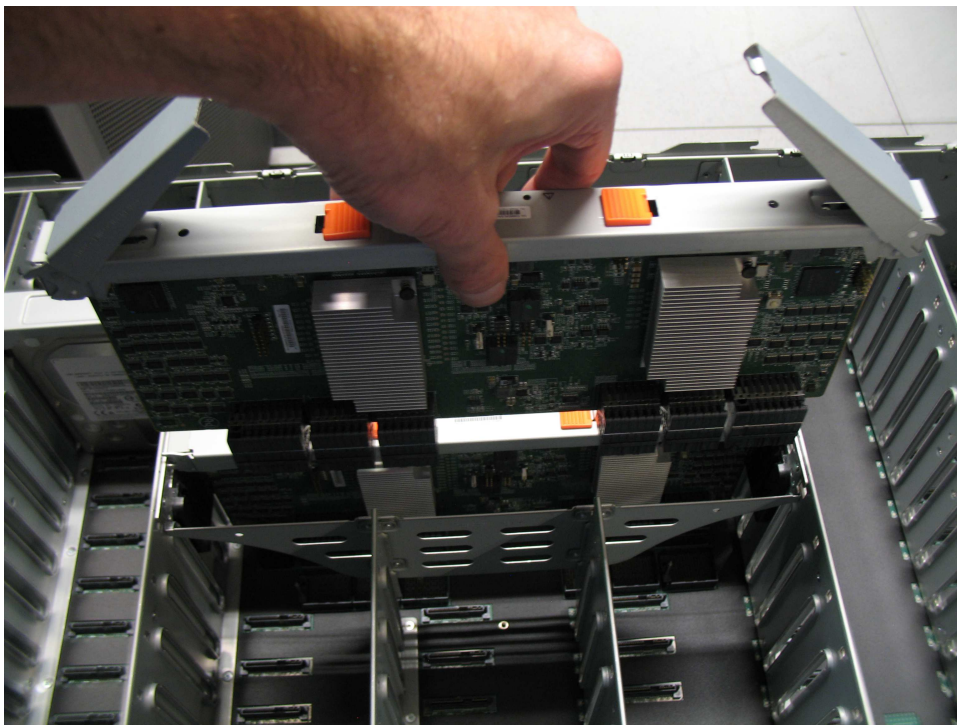

Figure 89. Remplacement du module d'extension secondaire
4. Alignez soigneusement les bords du module d'extension secondaire dans l'emplacement de guidage du boîtier, conformément à la figure 89.